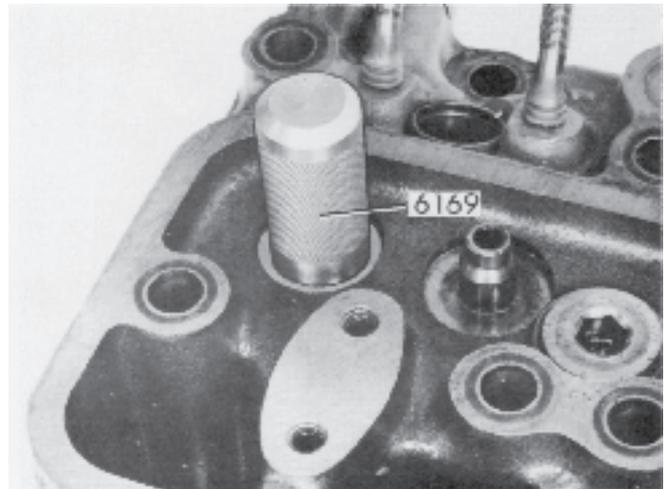

Fig. 75. Montage de guide de soupape, série 60
2. Lubrifier les guides de soupapes extérieurement et les enfoncer en place à l'aide de l'outil 6169 pour la série 60 (figure 75) et 2661 pour la série 70. Ces outils permettent de les positionner correctement par rapport au plan de ressort de la culasse – 23 mm pour la série 60 et 22 mm pour la série 70.